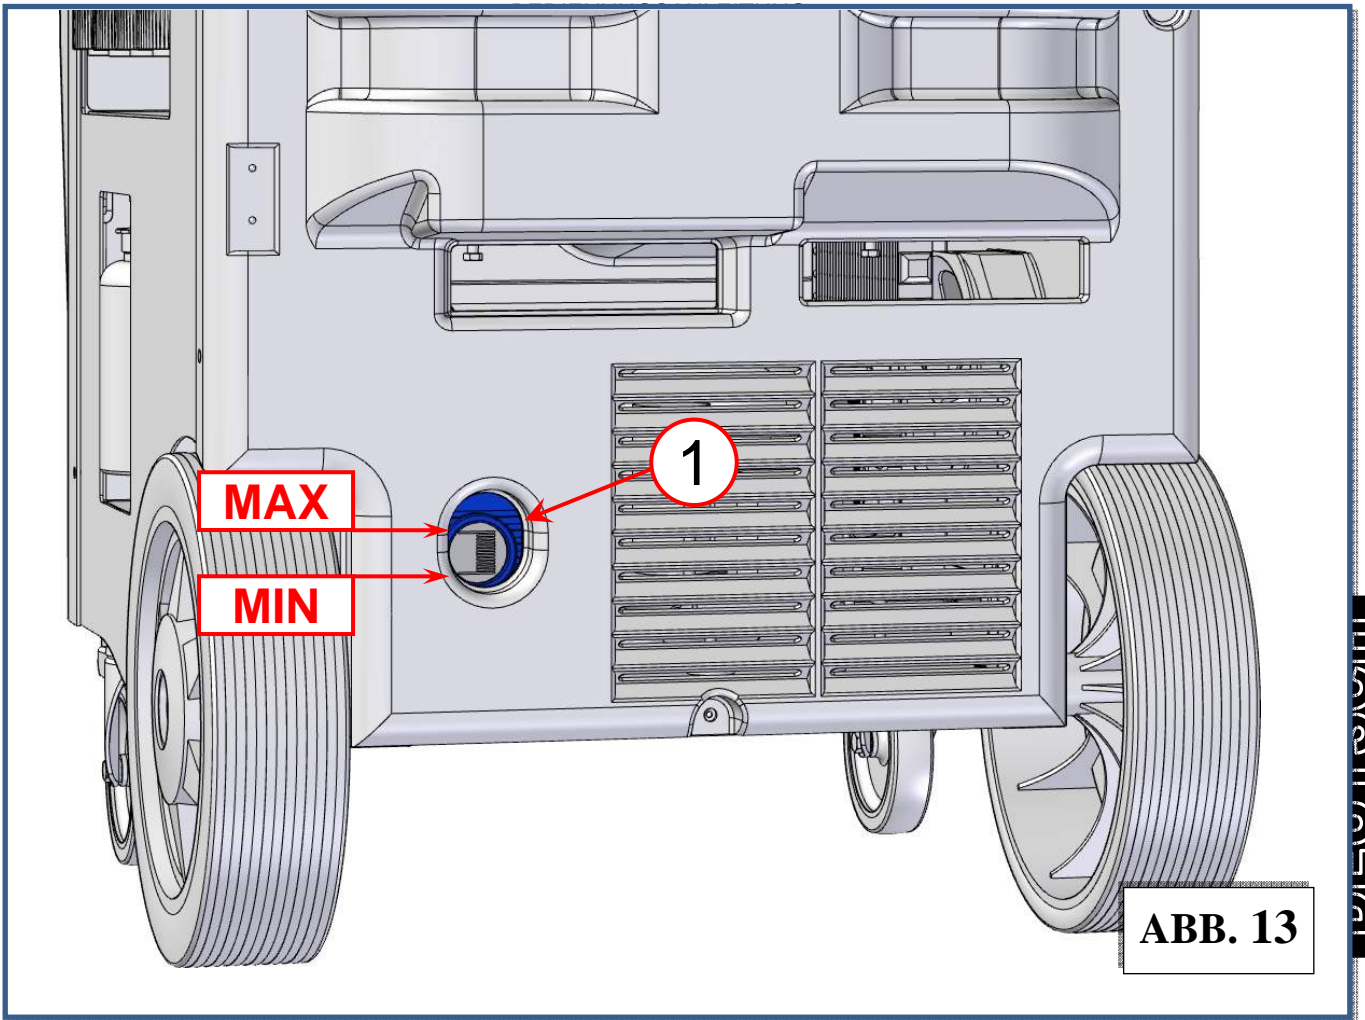

ABB. 13
- Überprüfen, dass die Ölstandanzeige der Vakuumpumpe (Ref. 1, Abb. 13) mindestens halb voll anzeigt. Wenn der Stand niedriger ist, Öl hinzufügen wie in dem Abschnitt WARTUNG erklärt.